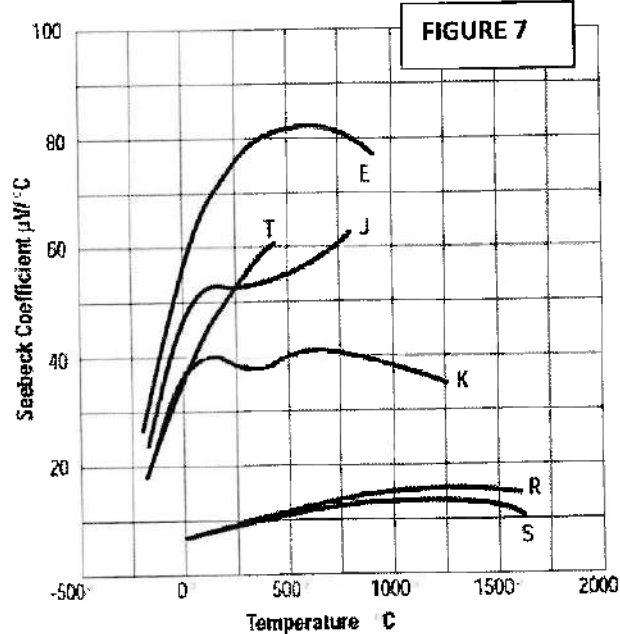

Fig.7. Coefficients Seebeck (en $\mu V/^{\circ}C$).
Q8. Un thermocouple (TC) de type E (caractéristique présentée sur la figure 7) a ses deux extrémités à $600^\circ C$. La tension à ses bornes vaut 16 mV . Quelle est la différence de température (en valeur absolue) entre la jonction et les extrémités?